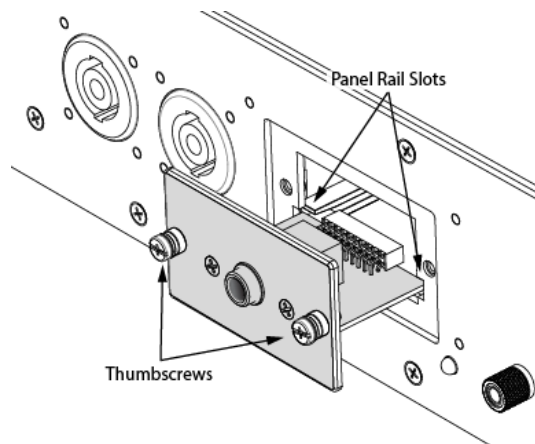

図 5
1. APx517 の筐体から二つのつまみネジを緩めて、コネクタパネルを外します。(図 5)